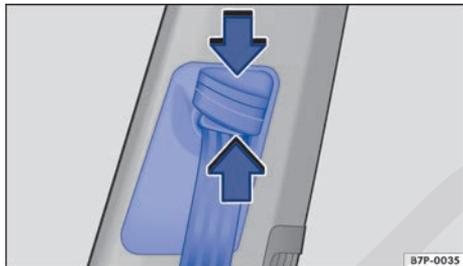

Fig. 85 Junto a los asientos delanteros: regulador de la altura del cinturón.
- Comprima el dispositivo de reenvío en el sentido de las flechas y manténgalo en esta posición → **fig. 85**.